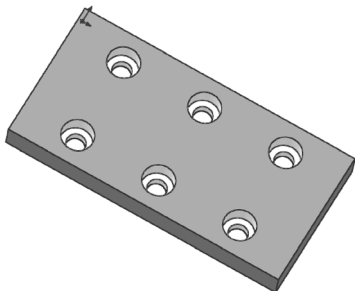

图 5-107 添加孔
8) 单击“孔规格”属性管理器中的 （确定）按钮，添加的孔如图 5-107 所示。